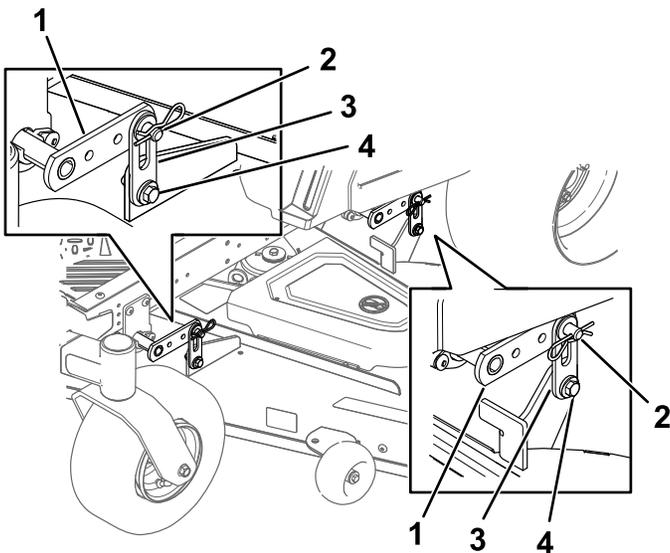

Figura 61
5. Afloje los pernos de ajuste en las cuatro esquinas, hasta que la carcasa quede bien asentada sobre los cuatro bloques (Figura 61).
6. Asegúrese de que los pasadores de la carcasa están en la parte superior de las ranuras de las pletinas de suspensión de la carcasa (Figura 61).
7. Apriete los cuatro pernos de ajuste (Figura 61).